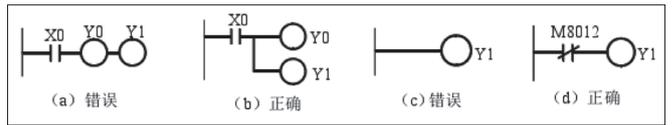

图 5 线圈的正确使用
(1) PLC 程序的规则：
① 连接必须紧密，否则，开关将自动关闭；
② 纵断面应与联系方式紧密相连。否则，程序可能无法回答问题或报告错误；
③ 输入元素标签，注意不要将数字 0 与字母 O 混淆；
④ 输入计时器、计数器并记住输入参数，在标签和参数之间留出空间；
⑤ 在命令和操作之间留出空间；
⑥ 导线涂装的交叉点是该涂装的另一条连接线；
⑦ 在同一过程中避免使用同一密钥两次，否则，将发生错误。线圈只能并联，不能串联，如图 5 所示，不能直接到达左母线。